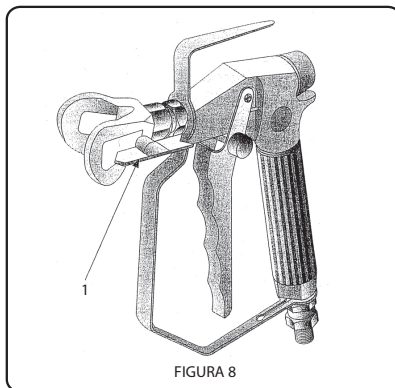

FIGURA 8
- 2 Girar la maneta 180° (nº1 - figura 8) .
- 4 Colocar de nuevo el seguro de la pistola. Girar la maneta (nº1 - figura 8) de nuevo 180° hasta su posición de pulverización.